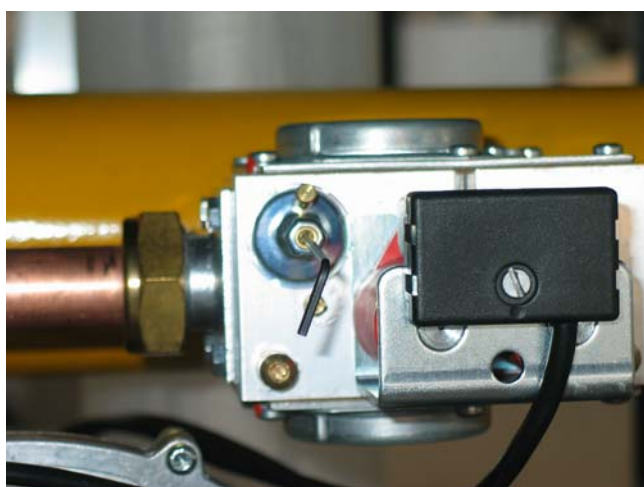

Figura 26
- Sul display di sinistra comparirà la lettera "L" (Low), e la caldaia si porterà alla minima potenza; agire sulla vite di regolazione Offset della valvola gas (vedi Figura 26) per raggiungere i valori ottimali riportati nella tabella seguente: